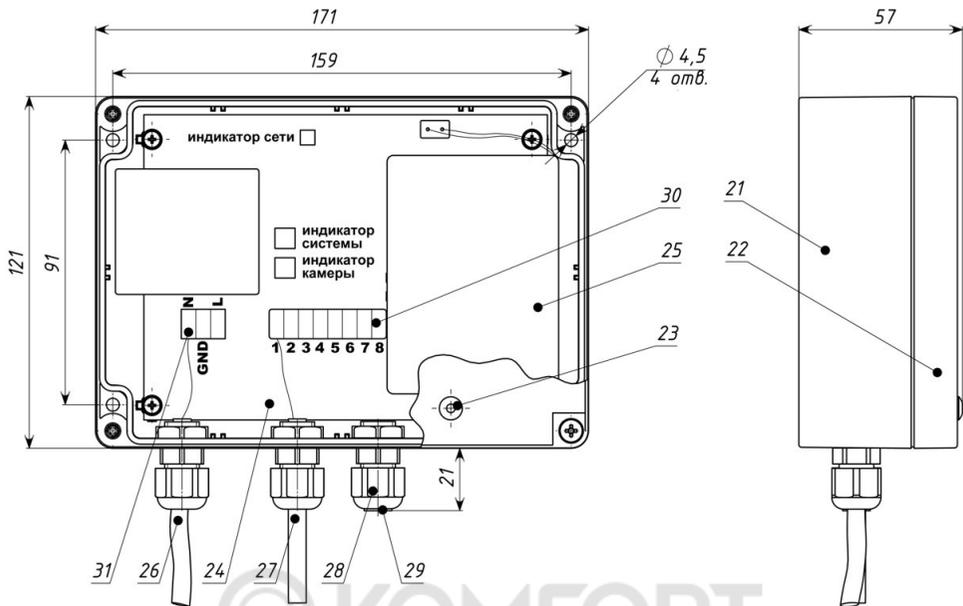
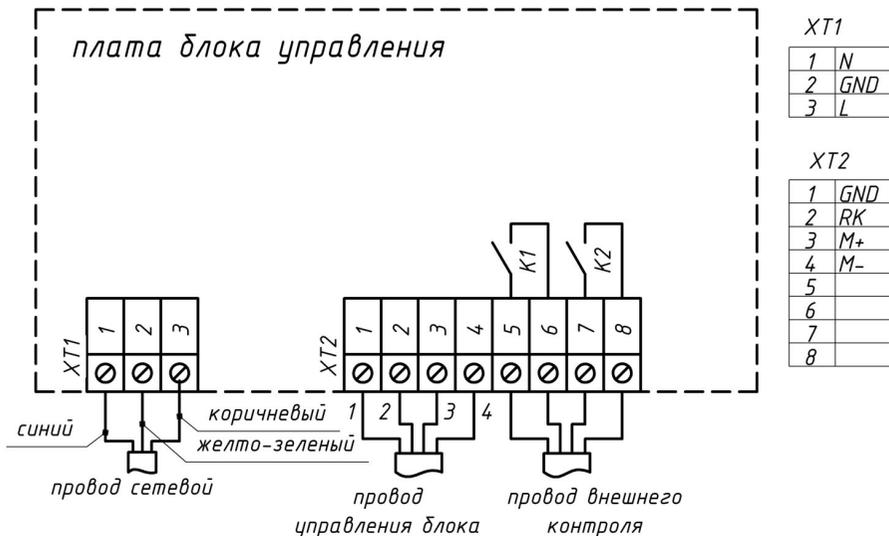

Рис. 2. Блок управления
Рис. 3 Схема расположения контактов блока управления
В состав блока управления входят (рис. 2):
Система запирания затвора представляет собой две камеры, установленные последовательно и снабженные автоматическим электроприводом, а также ручным приводом с запирающими заслонками 2 и 13 (рис. 1). В **нормальном** режиме работы при отсутствии подтопления заслонки находятся в открытом положении. При этом на блоке управления (рис. 2) на индикаторе камеры сигналы отсутствуют, горят **зеленым** индикатор сети и системы. Контакты К1 и К2 (рис. 3) замкнуты.
Во время подтопления стоками выше 70% от внутреннего диаметра подающей трубы затвора, поступает сигнал с датчика 7 в блок управления. Микроконтроллер блока управления подает сигнал электроприводу на закрытие, заслонка 2 закрывается и перекрывает обратный ток стоков. На блоке управления при этом включается звуковой сигнал и загорается индикатор камеры сначала **синим** (обнаружение стоков), затем после закрытия – **красным** цветом (затвор закрыт). Контакты К1 (рис. 3) замкнуты, а контакты К2 разомкнуты.
В случае отключения электроэнергии устройство полностью сохраняет свою работоспособность в течение максимум 96 ч благодаря встроенному необслуживаемому аккумулятору. При этом на индикаторе сети сигнал отсутствует, индикатор системы горит **зеленым**, контакты К1 и К2 (рис. 3) разомкнуты. По мере разрядки аккумулятора на индикаторе системы (рис. 2) может периодически пульсировать или загораться **зеленый** цвет и подаваться звуковой сигнал.
Для крепления блока предусмотрено 4 отверстия на корпусе 21 блока (рис. 2) диаметром 4,5 мм (крепеж в комплект поставки не входит). Провода 26 и 27 при установке блока на стене должны располагаться снизу. При монтаже необходимо учитывать, что длина провода сетевого – 3 м, а провода управления блока – 6 м.
4. Проверить соединение вилки четырехконтактного разъема провода 9 управления привода (рис. 1) с розеткой провода 27 управления блока (рис. 2);
6. Вынуть аккумулятор 25 (рис. 2) из корпуса 21 блока и подключить двухконтактный разъем ответной части на плате управления 24 (**соблюдать полярность при подключении**);
11. Дождаться зарядки аккумулятора в течении 6 ч (полная зарядка аккумулятора происходит в течение 48 ч, при этом на индикаторе системы (рис. 2) может периодически пульсировать или загораться **зеленый** цвет и подаваться звуковой сигнал);
1. Вынуть заглушку 23 крышки (рис. 2) на крышке 22 блока;
3. Дождаться, когда на блоке управления загорится индикатор камеры **красным** цветом (затвор закрыт) и включится звуковой сигнал (контакты K1 и K2 (рис. 3) остаются в том же состоянии, что и до входа в тестовый режим);
2. Вынуть заглушку 23 крышки (рис. 2) на крышке 22 блока;
4. Дождаться, когда на блоке управления загорится индикатор камеры **красным** цветом (затвор закрыт) и включится звуковой сигнал (контакты K1 (рис. 3) остаются в том же состоянии, что и до входа в тестовый режим, т.е. замкнуты, а K2 разомкнутся на время закрытого состояния затвора);
5. Дождаться, когда произойдет опрос датчика, и при обязательном условии отсутствия подтопления, электропривод 3 (рис. 1) откроет заслонку 2, а звуковой сигнал прекратится (контакты K1 и K2 (рис. 3) остаются в рабочем замкнутом состоянии);
6. Установить на место заглушку 23 на крышке 22 блока (рис. 2).
3. Вынуть заглушку крышки 23 (рис. 2) на крышке 22 блока;
5. Дождаться, когда на блоке управления загорится индикатор камеры **красным** цветом (затвор закрыт) и включится звуковой сигнал (контакты К1 и К2 (рис. 3) разомкнуты);
6. Дождаться, когда произойдет опрос датчика, и при обязательном условии отсутствия подтопления, электропривод 3 (рис. 1) откроет заслонку 2, а звуковой сигнал прекратится (контакты К1 и К2 (рис. 3) разомкнуты)
9. Установить на место заглушку 23 (рис. 2) на крышке блока 22;
10. Подключить блок управления к сети, вставив вилку провода сетевого в розетку 220 В (контакты К1 и К2 (рис. 3) замкнуты);
3. Дождаться, когда на блоке управления загорится индикатор камеры **красным** цветом (затвор закрыт) и включится звуковой сигнал (контакты К1 и К2 (рис. 3) остаются в том же состоянии, что и до входа в тестовый режим).